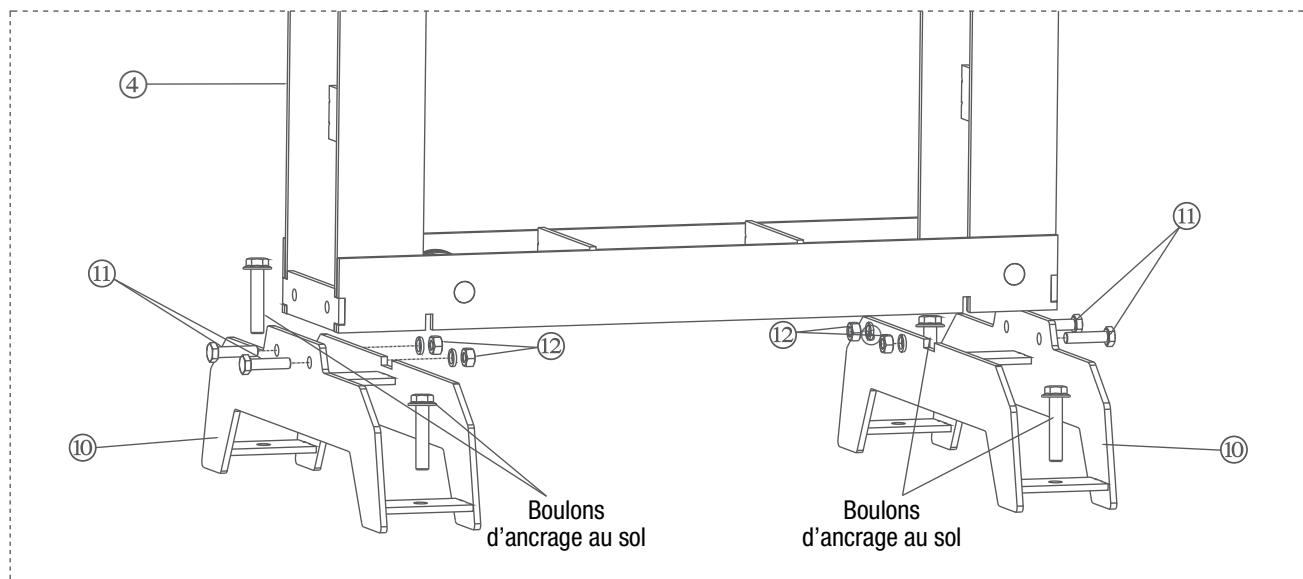

FIGURE 1
1. Retirer le couvercle de la caisse en bois. Retirer le levier de la pompe ainsi que la boîte en carton contenant les pieds de la base (10) et les pièces de fixation.
2. Placer le bas du bâti (4) sur le bord de la caisse en bois afin que les pieds de la base (10) puissent y être fixés avec les boulons fournis (11 et 12). Voir la figure 1. Serrer les boulons.